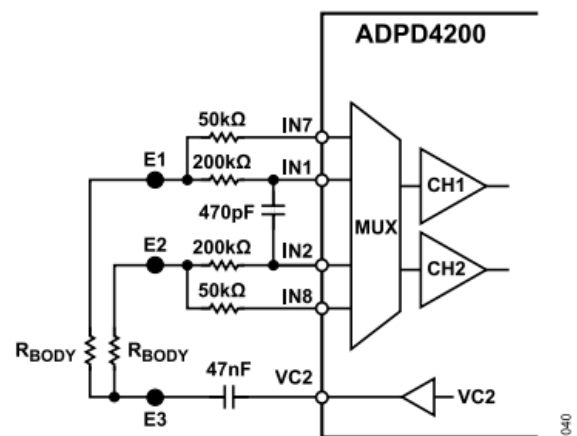
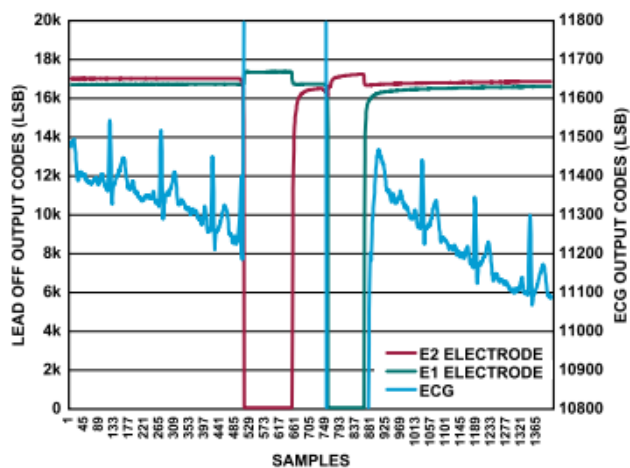

図 40. リード・オフ検出測定に使用する回路
図 41. リード・オフ検出測定
リード・オフ検出の測定を実行するために、ADPD4200は電極と皮膚の接触部のインピーダンスを測定し、1つまたは複数の電極が皮膚との接触を失っていないかどうかを判断します。この測定では、人体に励起信号を供給できる未使用のVCxピンに別の電極を接続する必要があります。ECG測定のRC回路も、50kΩの抵抗を通じて別の入力ペアに直接接続することによりバイパスします。励起信号からの応答は、この入力ペアで測定します。図40に、リード・オフ検出測定に使用可能な回路を示します。ここで、 $R_{BODY}$ は人体の抵抗です。
2. ECG電極のリード・オフ検出はタイム・スロットBで行い、図40に示すように、チャンネル1でECG電極1 (E1)、チャンネル2で電極2 (E2) のシングルエンド・インピーダンスを同時に測定します。人体のバイアスには3つめの電極 (E3) を使用します。
図41に、図40の回路を使用してECGを測定した場合のリード・オフ検出測定のデータ・プロットを示します。測定中に両方のECG電極が皮膚と接触している場合は、ECG信号がはっきりと現れます。E1およびE2電極のインピーダンス測定では、皮膚と接触していることを示す読出し値が得られ、励起信号が印加されるとADPD4200に電流が流入します。ECG電極のどちらかが皮膚との接触を失うと測定値が0となってオープン・サーキットであることを示し、実質的にリード・オフ状態となります。両方の電極と皮膚が再び接触すると、1秒以内にECG信号が回復します。